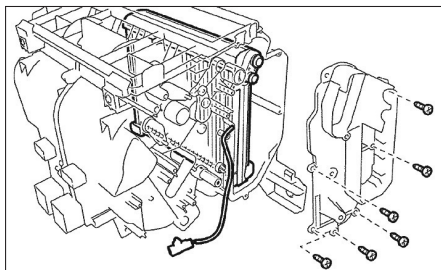

FIG. 21
- Déposer la protection en plastique (fig. 21).